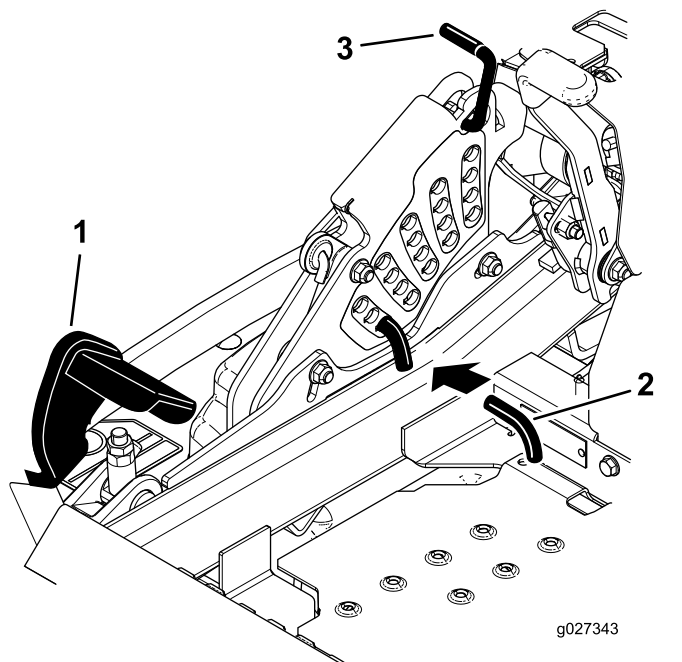

Figura 23
2. Pise el pedal de elevación de la carcasa y eleve la carcasa a la posición de transporte (que es también la posición de altura de corte de 140 mm [5½"])] (Figura 23).
3. Para ajustar la altura de corte, gire el pasador 90 grados y retire el pasador del soporte de altura de corte (Figura 23).
4. Seleccione el taladro del soporte de altura de corte que corresponde a la altura de corte deseada, e inserte el pasador (Figura 23).